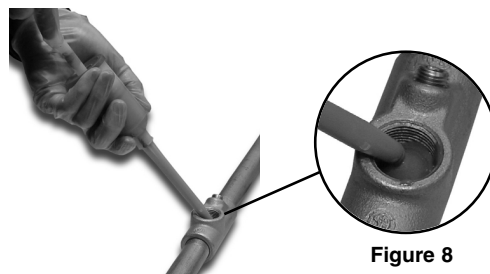

Figure 8
12. Utilisez la tige de mélange pour pousser le piston. Injectez la quantité appropriée de produit d'étanchéité dans le raccord par l'orifice fileté EYS. Voir le tableau 1 au commencement des instructions d'installation pour la quantité appropriée de matériau. La cartouche est marquée par segment d'une once (30 ml). Voir la figure 8.